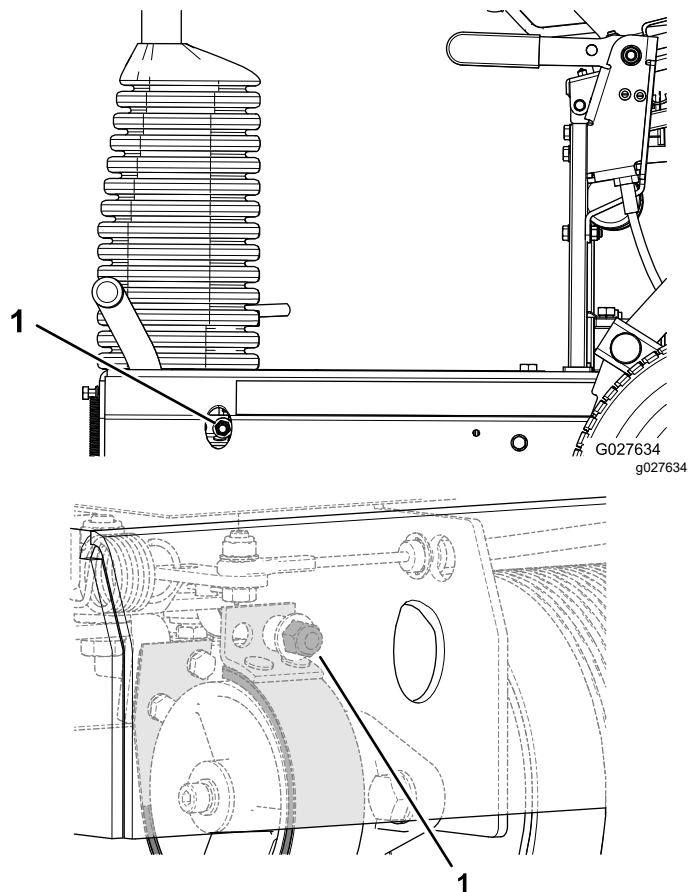

Bild 35
- Drehen Sie die Sicherungsmutter der Bremse im Uhrzeigersinn, um die Bremskraft zu erhöhen (Bild 35).
- Drehen Sie die Sicherungsmutter der Bremse gegen den Uhrzeigersinn, um die Bremskraft zu verringern (Bild 35).